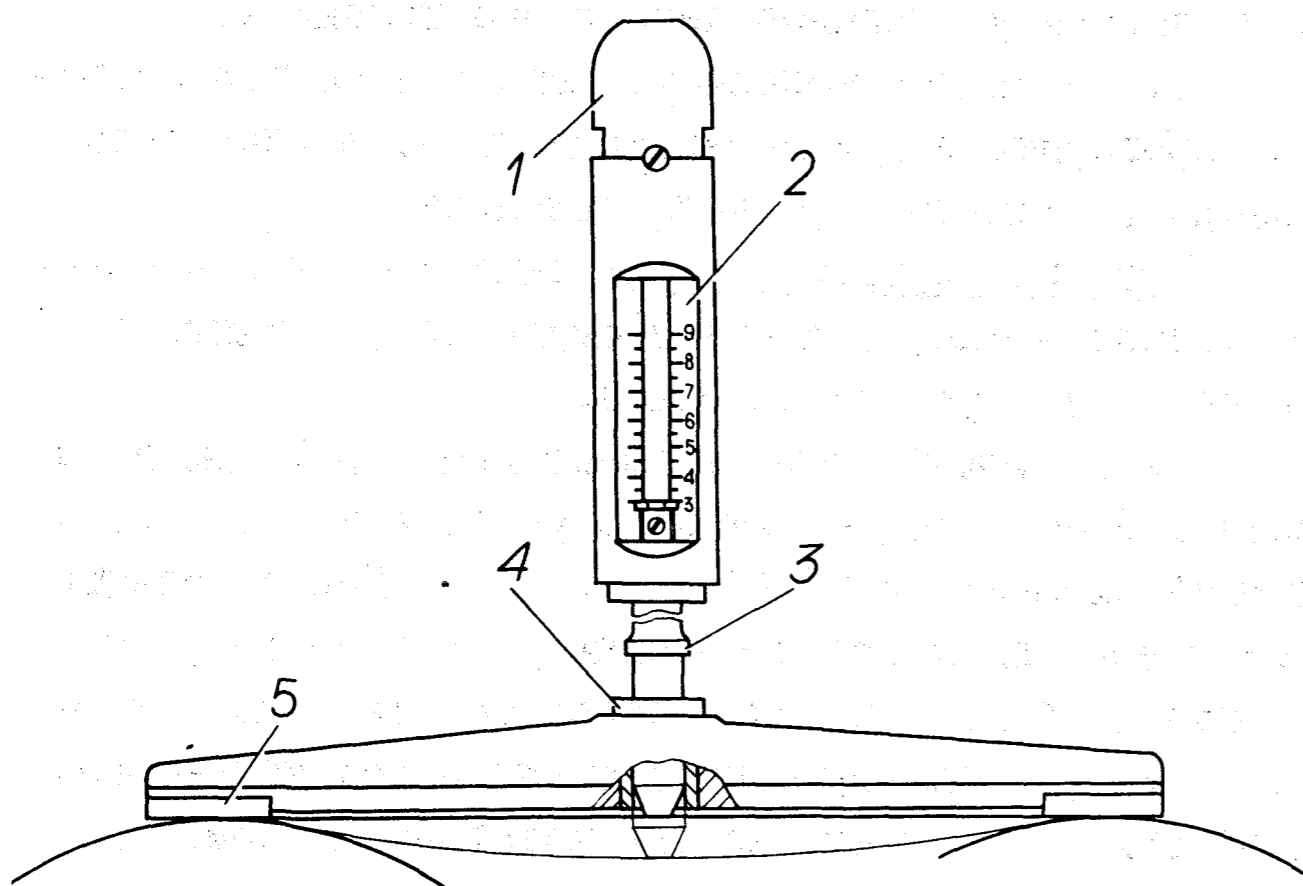

Рис. 40. Динамометр 7870-8679 для проверки натяжения ремня привода вентилятора: I - ручка; 2 - шкала; 3 - бурт; 4 - втулка; 5 - планка
- установите динамометр планками 5 (рис. 40) на шкивы вентилятора и генератора, поочередно на каждый из двух ремней;